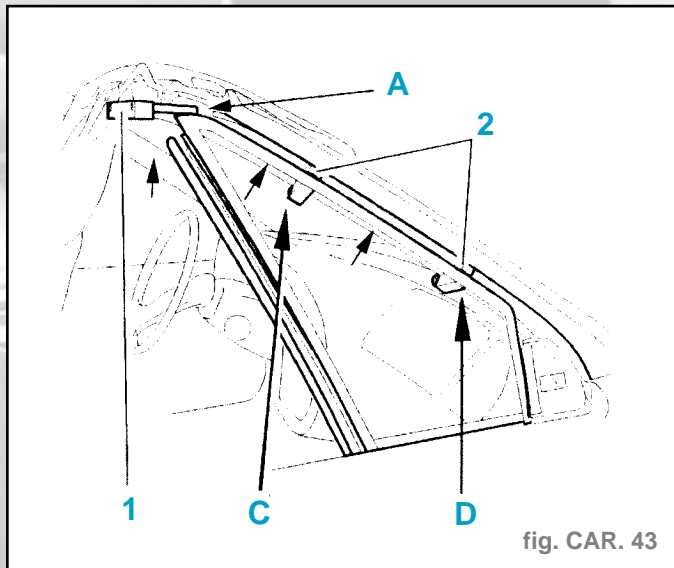

fig. CAR. 43
- Venir appuyer l'angle supérieur (A) de la vitre fixe sur l'outil [1] tout en assurant le jeu de **9 mm** en (C) et (D) (fig. CAR 43).